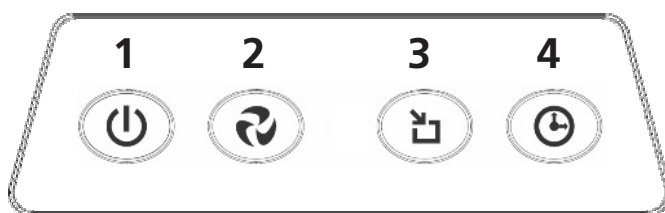
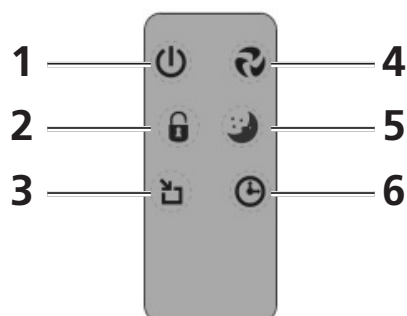

Figura 3
Figura 4
1. Indica a capacidade do ventilador que foi definida. Premindo o botão 2 (figura 3) ou o botão 4 do comando à distância (figura 4), pode-se ajustar a capacidade do ventilador. Premindo várias vezes este botão, a capacidade do ventilador pode ser alterada de LOW [baixa] para MEDIUM [média] e para HIGH [alta] e, em seguida, de novo para LOW.